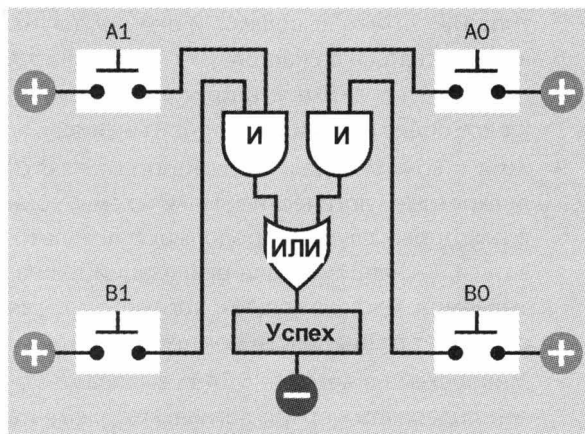
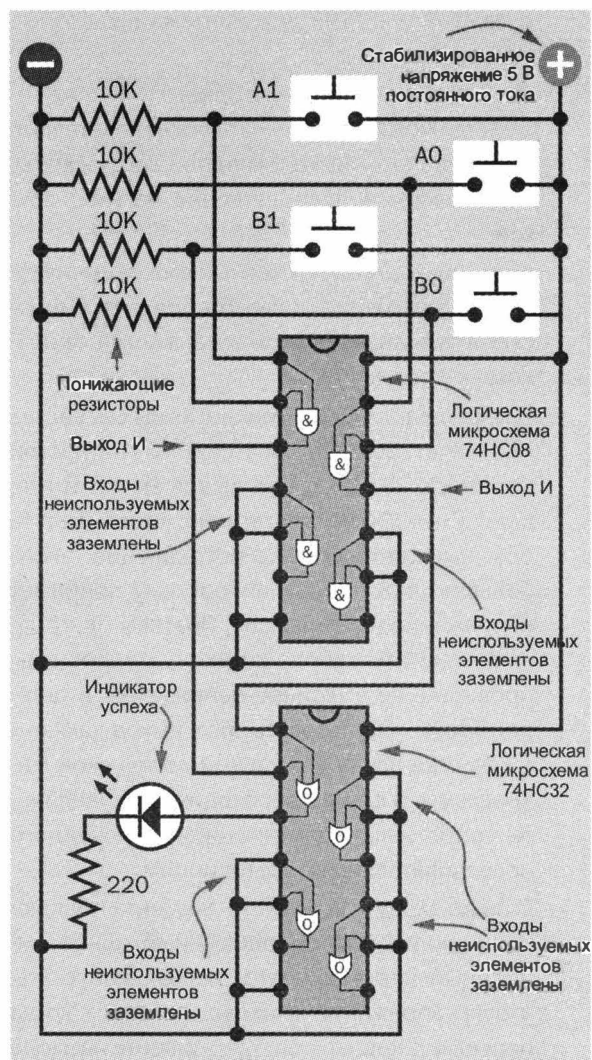

Рис. 15.2. Такая комбинация логических элементов активирует индикатор успеха при нажатии комбинаций кнопок A0 и B0 или A1 и B1
Рис. 15.8. Принципиальная схема простейшей версии теста на ЭСВ, которую можно собрать на макетной плате
На рис. 15.2 показано, как логические элементы И и ИЛИ можно использовать совмест-
- Логическая диаграмма — это не то же самое, что принципиальная схема. В логической диаграмме типа показанной на рис. 15.2 линии подачи «плюса» и «минуса» питания на логические элементы обычно не показываются, так же как и повышающие и понижающие резисторы. А в компонентной принципиальной схеме вместо логических элементов показываются микросхемы и подключения к их выводам, а также все необходимые подключения питания.
Логика диаграммы, приведенной на рис. 15.2, очень простая. Ее можно изложить в одном предложении:
А на рис. 15.8 приведена принципиальная схема, соответствующая логической диаграмме, показанной на рис. 15.2. Для наглядности я втиснул миниатюрные представления логических элементов в представления микросхем. Эти представления помечены знаком «&» для элементов И и буквой «О» для элементов ИЛИ (но имейте в виду, что это нестандартные обозначения указанных логических элементов).
На рис. 16.1 показано, как преобразовать логику этих двух посылок в графическое представление. Чтобы было понятнее, о чем речь, эта логическая диаграмма показана отдельно от логической диаграммы, приведенной на рис. 15.2.
Но обе эти диаграммы можно совместить (рис. ЦВ-16.2), поскольку выход одной кнопки можно направить на два или более логических входа (на рис. ЦВ-16.2 логические элементы из рис. 15.2 и их соединения показаны серым цветом, чтобы отличить их от добавленной логики).
Рис. ЦВ-16.2. Объединенная логика диаграмм из рис. 15.2 и 16.1 — здесь выход каждой кнопки подается на входы двух отдельных логических элементов. К сожалению, при объединении нескольких логических диаграмм в одну быстро возрастает уровень сложности конечной диаграммы, что делает ее трудной для понимания. Чтобы внести некоторую ясность в конечную диаграмму, элементы и соединения диаграммы из рис. 15.2 показаны здесь серым цветом
Теперь, когда мы рассмотрели логику каждой из возможных ситуаций, встает вопрос: как эту логику добавить в собранную нами ранее схему (см. рис. 15.8)? Возможно, вы заметили, что в микросхемах, включенных в эту схему, есть несколько неиспользуемых логических элементов. Например, для индикации нажатия кнопки одним из игроков требуется только два логических элемента ИЛИ, а микросхема 74НС32 имеет три свободных логических элемента ИЛИ. Поскольку каждый логический элемент многоэлементной микросхемы функционирует независимо от других ее элементов, мы можем реализовать все требуемые нам возможности с помощью таких неиспользуемых логических элементов.